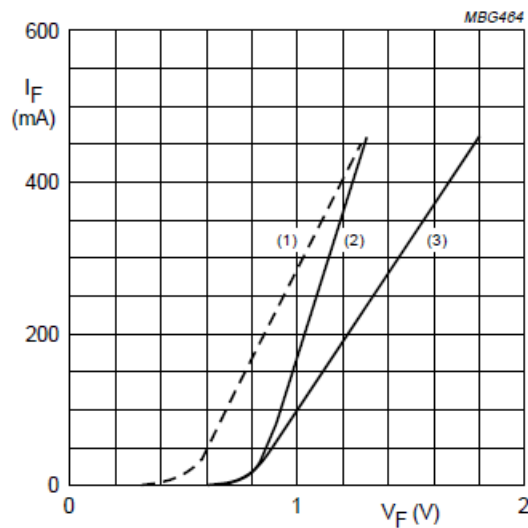

Figura 0.3: Corriente vs. tensión del diodo rectificador obtenida de la hoja de datos.
De la figura 0.3 obtenida de la hoja de datos del diodo 1N4148, a nuestro caso corresponde la curva (2). Se puede ver que la curva característica del diodo obtenida con la medición es muy similar tanto a la simulación, como a la curva de la hoja de datos de dicho componente. En el caso medido se observa que la corriente comienza a aumentar a una tensión levemente mayor que para el caso simulado.